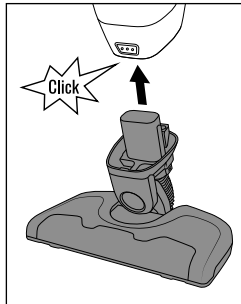

Fig. 2
- ◆ Monte a unidade do motor ⑧ no bocal para chão ⑭, até encaixar de forma audível (ver fig. 2).